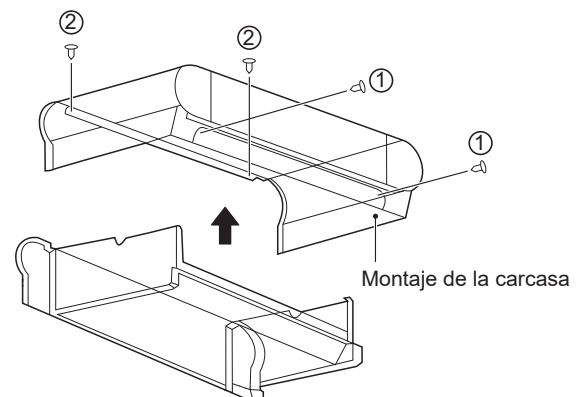

Figura 5-17 Extracción de la carcasa
Tal como se muestra en la Figura 5-17, retire los tornillos ①*2 y ②*2 y luego la carcasa.